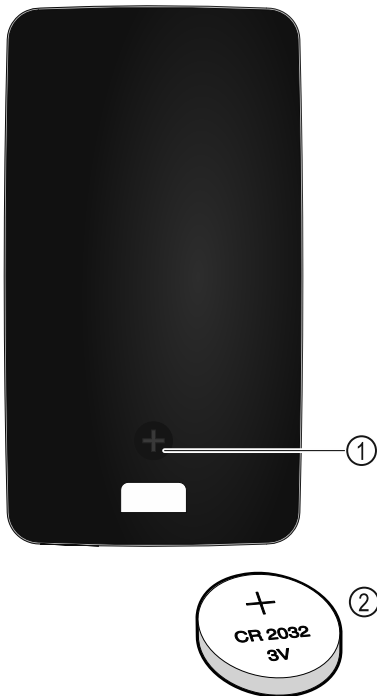

Fig. 230
Diaľkové ovládanie je napájané batériou typu CR 2032 s 3 V Fig. 230 (2), ktorú si môžete kúpiť v špecializovanom obchode.
- ▶ Vyskrutkujte skrutku Fig. 230 (1) na zadnej strane diaľkového ovládania.